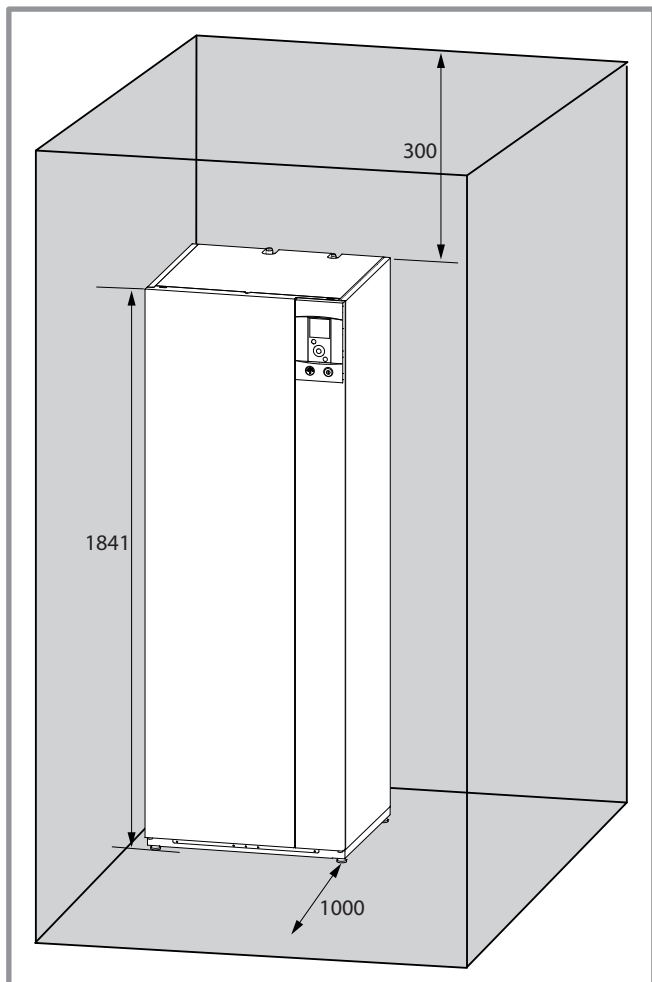

figure 15 - Dégagements minimum d'installation autour du module hydraulique
- Pour faciliter les opérations d'entretien et permettre l'accès aux différents organes, il est conseillé de prévoir un espace suffisant tout autour du module hydraulique (figure 15).